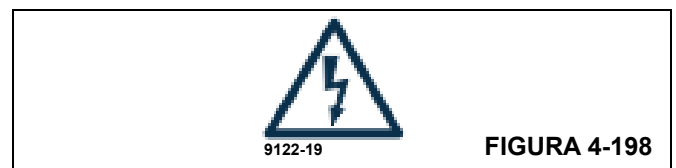

FIGURA 4-198
- El voltaje en el sistema eléctrico es demasiado alto o demasiado bajo (Figura 4-198).